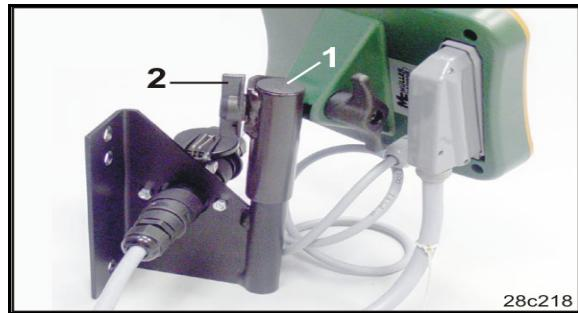

Fig. 68
1. Analogni element (Fig. 68/1) ubaciti u konzolu i pričvrstiti leptir zavrtnjem (Fig. 68/2).